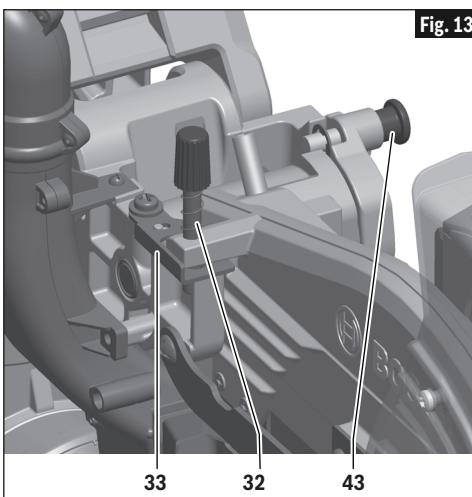

Fig. 13
1. Lorsque vous effectuez des coupes normales à profondeur non limitée, poussez la plaque de butée pour la profondeur de coupe **33** en direction de la tête de scie (voir Fig. 13). Ceci permettra à la vis de butée de profondeur **32** de traverser entièrement le trou dans la plaque.